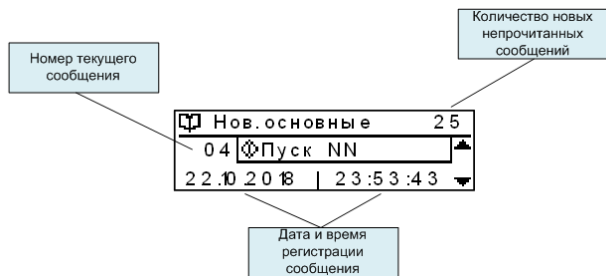

Рисунок 38
2.3.3.2 Меню «Журнал событий» (рисунок 38)